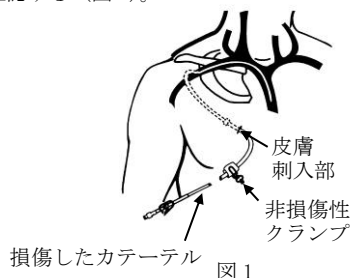

図 1
- (1) カテーテルの破損部分周囲をアルコール綿球（綿棒）で消毒し、自然乾燥させた後、ポビドンヨード綿球（綿棒）で再度消毒する。
- (2) シリンジからプランジャーを抜き、接着剤をシリンジ内に注入し、プランジャーを再挿入する。さらにシリンジに付属の鈍針を取り付ける。
- (3) 皮膚刺入部側が非損傷性クランプでクランプされていることを確認する（図 1）。
- 3) カテーテル切断の前に、皮膚刺入部側の非損傷性クランプを損傷部分の近くまで移動させること（図1）。